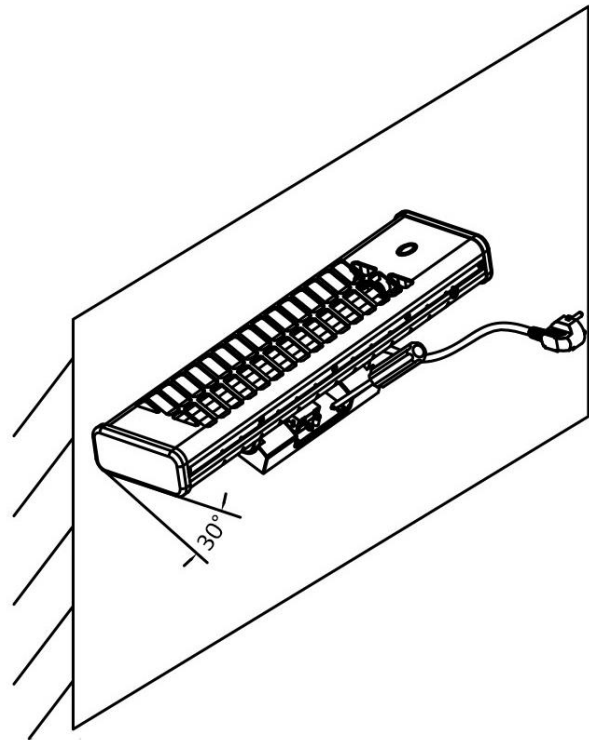

Imagen 6
7. Oriente el aparato de calefacción del todo hacia arriba y apriete la parte inferior del soporte de pared con dos tornillos (ver imagen 6). El aparato de calefacción está ahora asegurado a la pared.